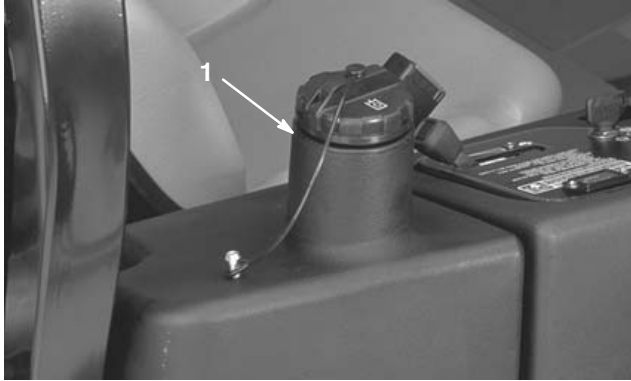

Bild 56
3. Füllen Sie den hydraulischen Behälter (Bild 56) mit ca. 13,2 l Hydrauliköl; siehe „Prüfen der hydraulischen Anlage“ auf Seite 19.